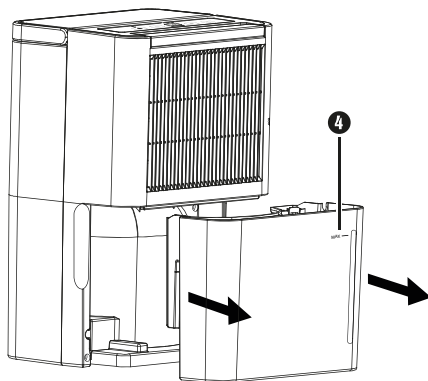

Bild 2.
- ◆ Dra försiktig ut vattentanken ④ ur produkten med hjälp av greppen på sidorna (se bild 2).